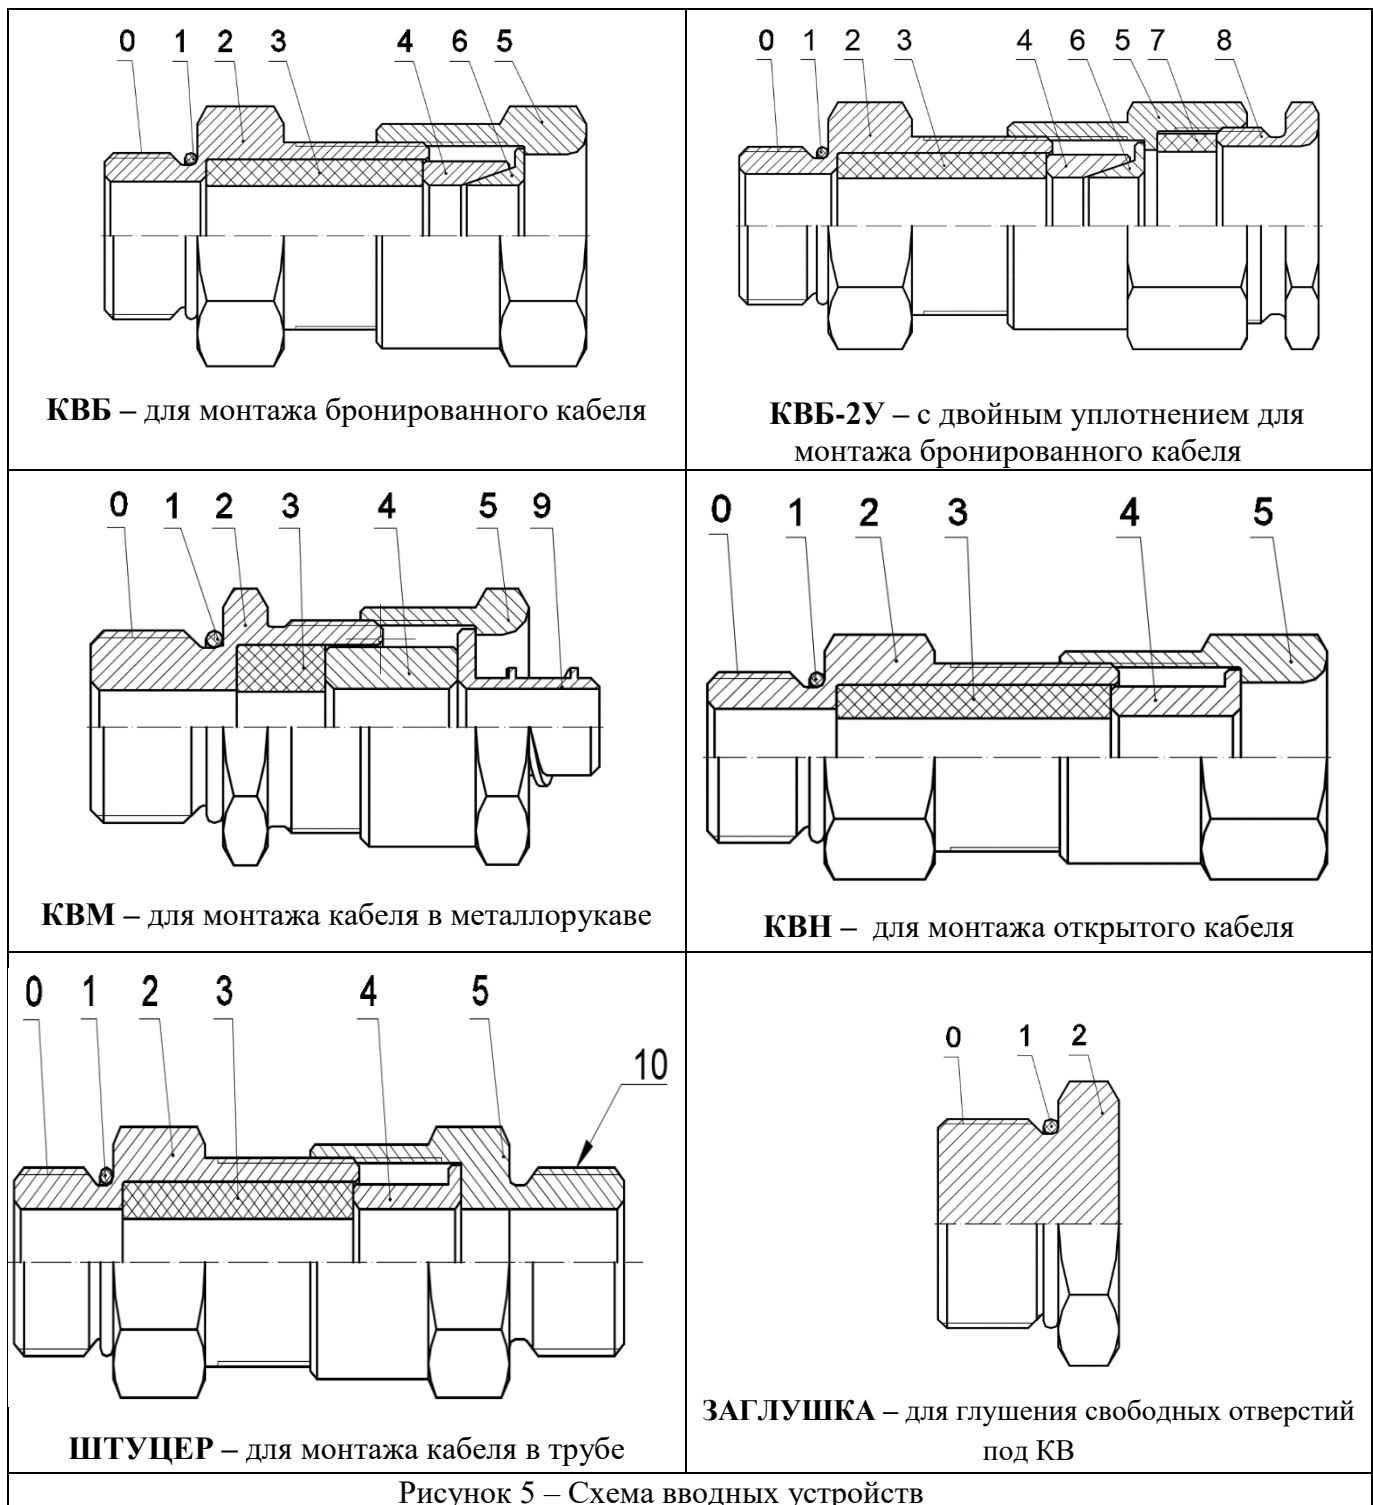

Рисунок 5 – Схема вводных устройств
**Кабельные вводы (таблица 2, рисунок 5):**